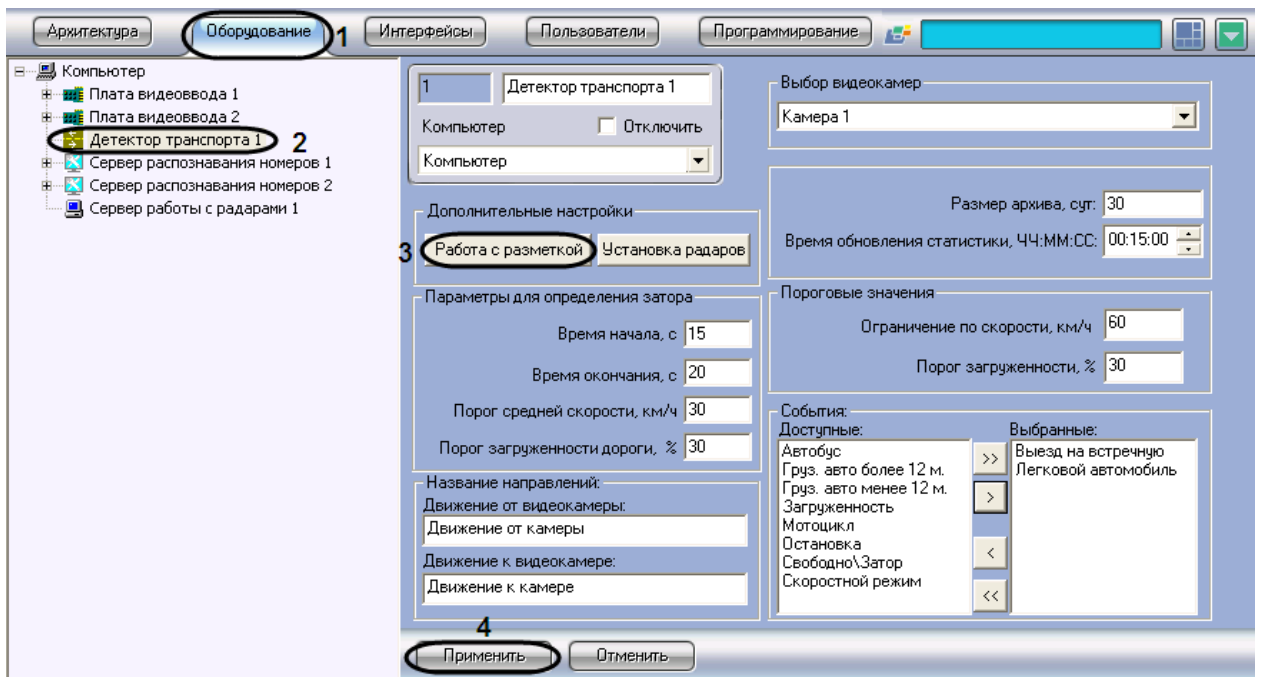

Рис. 7.4-10. Импортирование файла, содержащего параметры разметки
1. В диалоговом окне «Настройка системы» перейти на вкладку «Оборудование» (Рис. 7.4-10, 1).
2. В дереве объектов на вкладке «Оборудование» выбрать объект «Детектор транспорта», соответствующий настраиваемому программному модулю «Детектор транспорта» (Рис. 7.4-10, 2). В правой части вкладки «Оборудование» отобразится панель настройки выбранного объекта.
3. Нажать на кнопку «Работа с разметкой» и выбрать пункт «Импорт разметки» (см. Рис. 7.4-10, 3).
5. Нажать кнопку «Применить» (см. Рис. 7.4-10, 4).